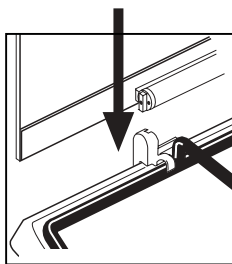

Рис. 16
- 3) Установите в держатель левый шарнир крышки с меткой S (рис. 16).